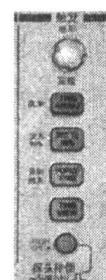

图 1-6 触发控制面板操作位置
1.“电平”和“用户选择”。使用边沿触发时，“电平”旋钮的基本功能是设置电平幅度，信号必须高于它才能进行采集。还可使用此旋钮执行“用户选择”的其他功能。旋钮下的LED发亮以指示相应功能，设置触发电平面板操作见图1-6所示。